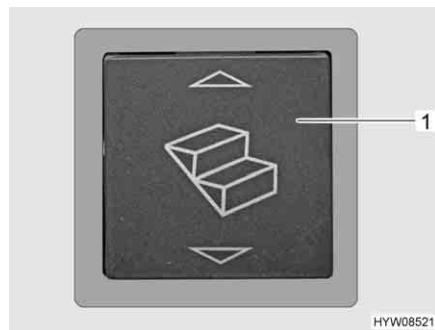
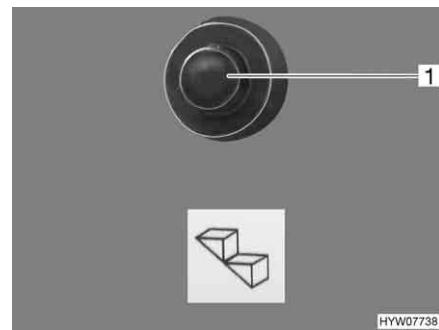

Fig. 4 Pulsante basculante dello scalino di ingresso (zona di ingresso)
Fig. 5 Pulsante a pressione dello scalino di ingresso (cruscotto)
- Premere l'interruttore a bilico (Fig. 4,1) nella zona di ingresso oppure il pulsante a pressione (Fig. 5,1) sul cruscotto nella cabina di guida.
Estrazione: ■ Premere l'interruttore a bilico (Fig. 4,1) nella zona di ingresso.